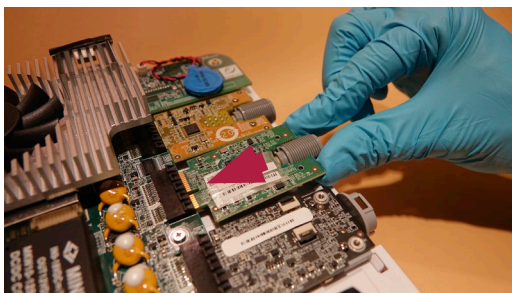

Figura 18 Inserción de una nueva placa VDI
c) Inserte la nueva placa VDI en el conector de la placa principal (Figura 18)